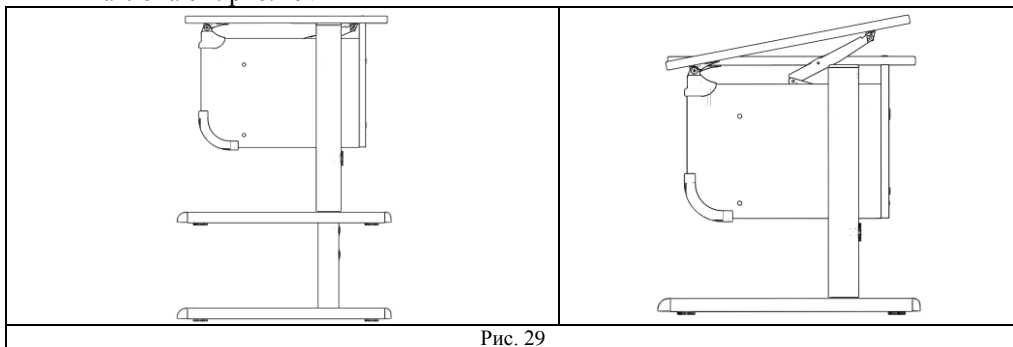

Рис. 29
6.2. Для удобства эксплуатации потребителями различных возрастных групп, стол имеет возможность ступенчатой регулировки столешницы по высоте и углу наклона см. рис. 29.
6.3. Для ступенчатого регулирования столешниц по высоте, необходимо раскрутить фиксатор на стойках боковых правой и левой, произвести подъем/опускание кожуха стойки и закрепить на нужной величине, в зависимости от роста пользователя, см.рис.29 и 29б. **Регулировку стола следует производить одновременно с двух сторон.**